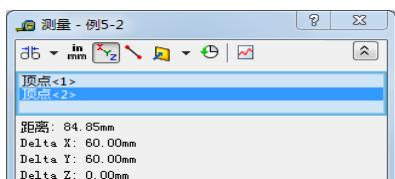

图 5-4 “测量”属性管理器
- 02** 执行测量命令。在菜单栏中选择“工具”→“测量”命令，或者单击“工具”工具栏中的“测量”图标按钮，此时系统弹出如图 5-4 所示的“测量”属性管理器。